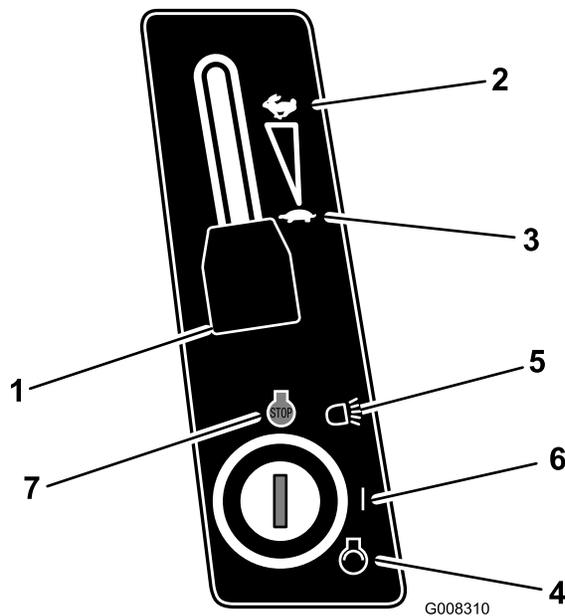

**Figura 11**
4. Disinnestate le lame (PDF). Vedere Figura 11.